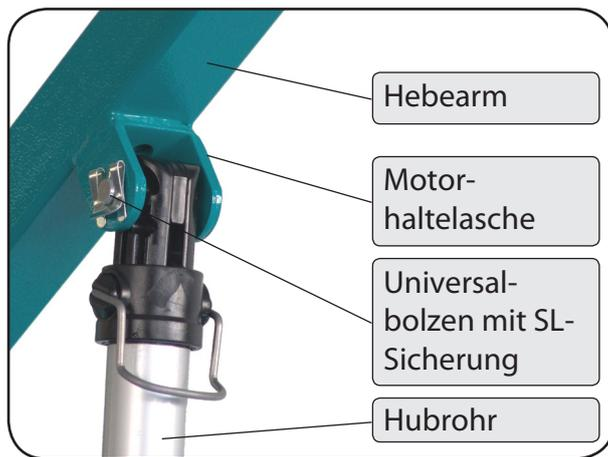

Abbildung 27
1. Entfernen Sie an dem Hebearm die SL-Sicherung und den Universalbolzen (Abbildung 27).